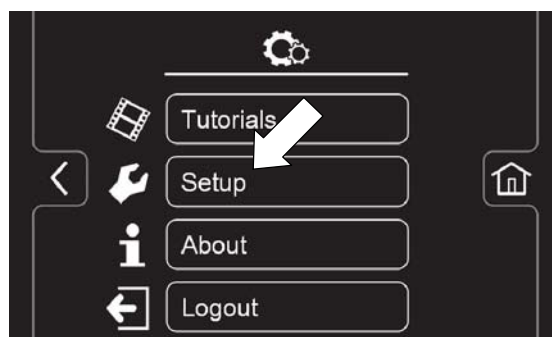

РИС. 138
- Нажмите кнопку Настройка, чтобы получить доступ к экрану настройки (Рисунок 138). Экран настройки доступен только по логину-номеру администратора.